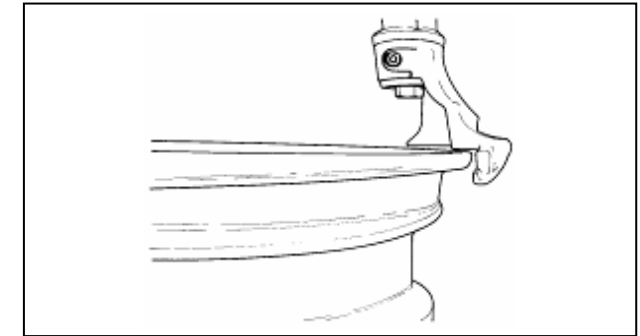

Fig. 11
E. Position the mount/demount head in contact with the rim edge and lock it into place: the tool automatically moves away from the rim edge vertically. Turn the adjustment knob until the mount/demount head clears from the rim flange about 2 mm (1/16"): this is necessary to avoid rim damage (Fig.11).
E. Mettre l'outil en contact avec le bord de la jante et le bloquer: l'outil s'éloigne automatiquement du bord de la jante en sens vertical. Tourner la poignée de réglage jusqu'à ce que l'outil s'éloigne du bord de la jante à peu près de 2 mm: cela est nécessaire pour éviter des dommages à la jante (Fig11).